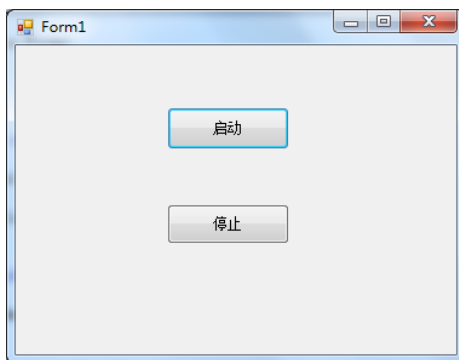

图 6.17 程序运行界面
7) 程序编写完成。运行程序，显示界面如图 6.17 所示。按下“启动”按钮，第 0 轴就会走长度为 200000 的距离；运动中可以按下“停止”按钮，便会减速停止脉冲输出。